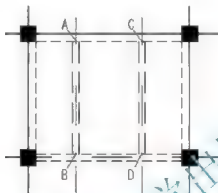

图 5.52 绘制板底梁
(3) 将【虚线】图层设置为当前层。
(4) 启动【多线】命令(快捷键 ML)。
① 在当前设置: 对正=无, 比例=240.00, 样式=STANDARD, 指定起点或 [对正(J)/比例(S)/样式(ST)]: 提示下, 输入“S”后按 Enter 键。
② 在输入多线比例 240.00 : 提示下, 输入“200”(板底梁的宽度为 200mm)后按 Enter 键。
③ 在指定起点或 [对正(J)/比例(S)/样式(ST)]: 提示下, 捕捉 A 点作为多线的起点。
① 在指定下一个点或 [闭合(C)/放弃(U)]: 提示下, 捕捉 B 点作为多线的终点, 然后按 Enter 键结束命令。
(5) 按 Enter 键重复【多线】命令, 绘制 CD 多段线后按 Enter 键结束命令, 结果如图 5.52 所示。
(6) 用【对象特性管理器】将图 5.52 中的两根板底梁的【线型比例】修改为“0.5”。